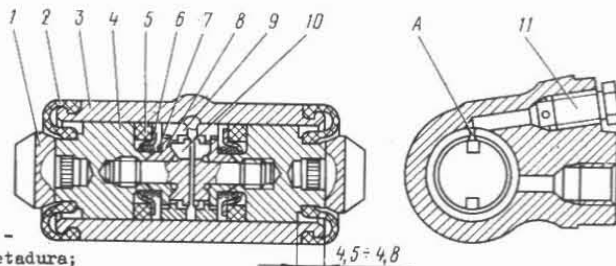

Fig. 6-16. Cilindro de rueda:
Quite los casquetes protectores 2 (fig. 6-16), luego extraiga del cuerpo del cilindro los émbolos 4 en conjunto con las piezas del dispositivo de regulación automática de la holgura entre las zapatas de freno y el tambor.
(0,4...0,7 kgf·m). La entalladura A (fig. 6-16) en los anillos debe estar orientada verticalmente hacia arriba; no se permite una desviación de la vertical mayor de 30°. Una tal disposición de la entalladura asegura la expulsión más completa del aire del mando del freno trasero cuando se realiza su purga;
- al embutir el émbolo en el cilindro es necesario mantener las dimensiones 4,5...4,8 mm y 67 mm (máximamente) (véase fig. 6-16) para el ajuste libre del tambor de freno;